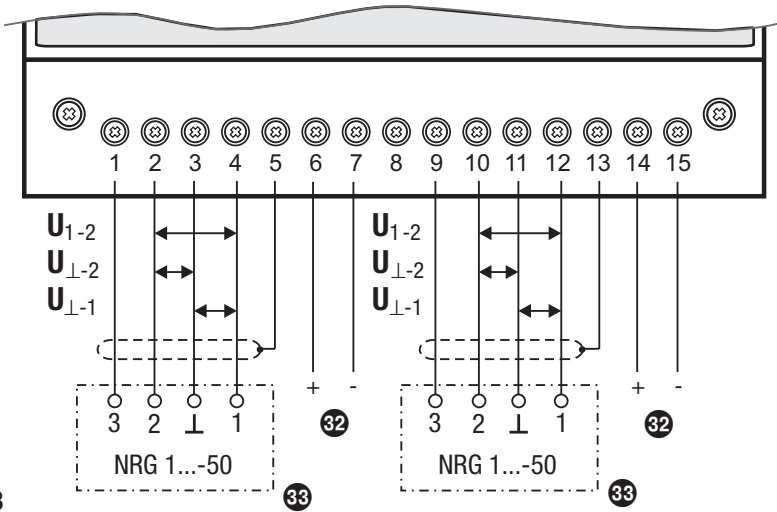

Fig. 23
6. Kabel durch Kabelverschraubung **16** und Steckeroberteil **11** ziehen und die Klemmen der Anschlussplatte **12** gemäß Anschlussplan belegen. **Fig. 23**